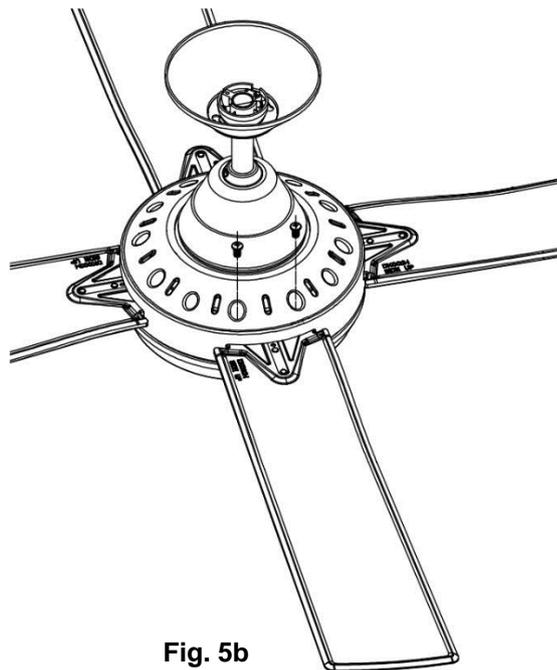

Fig. 5b
2. Inserte las aspas en la ranura del conjunto giratorio del motor del ventilador. Alinee los 2 agujeros de una aspa con los 2 agujeros del elemento giratorio del conjunto del motor y use los 2 tornillos de las aspas del paso 1 para asegurar la aspa al motor del ventilador. (Fig. 5b)